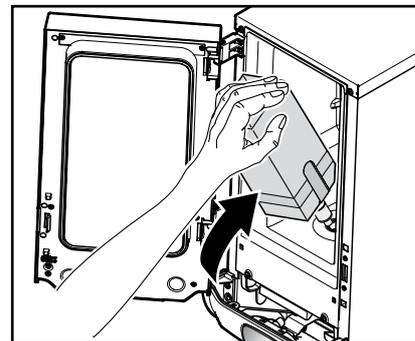

Fig. 20
7. Coloque o pacote de produto. (Fig. 20)